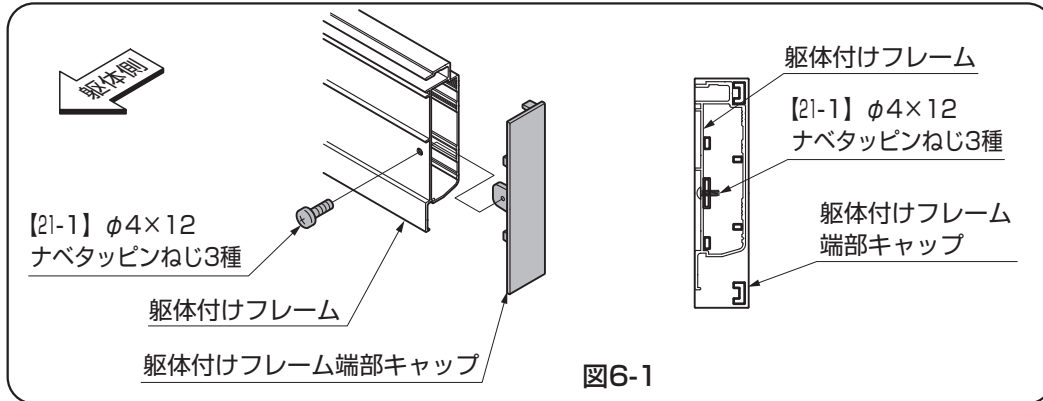

図6-1
- ① 躯体付けフレーム端部キャップを躯体付けフレームに【21-1】で取付けてください。(図6-1参照)